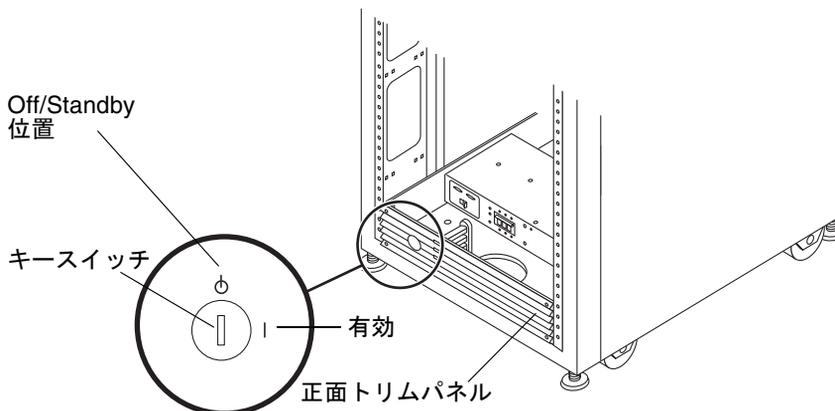

図 2-13 ベースキャビネットの正面パネルの下の方にあるキースイッチの位置
2. 前面パネル下部の「Standby/On」キースイッチにキーを差し込みます (図 2-13)。
注 - ローカルに電源投入および電源切断操作を行う場合、キースイッチの位置は関係ありません (図 2-13)。リモート電源管理を行えるようにする場合は、キーを「Standby」位置にし、125 ページの「遠隔からのシステム電源管理の準備」の説明を参照してください。
8. 正面パネルの下部にあるキースイッチを回し、「On」の位置にします (図 2-13)。